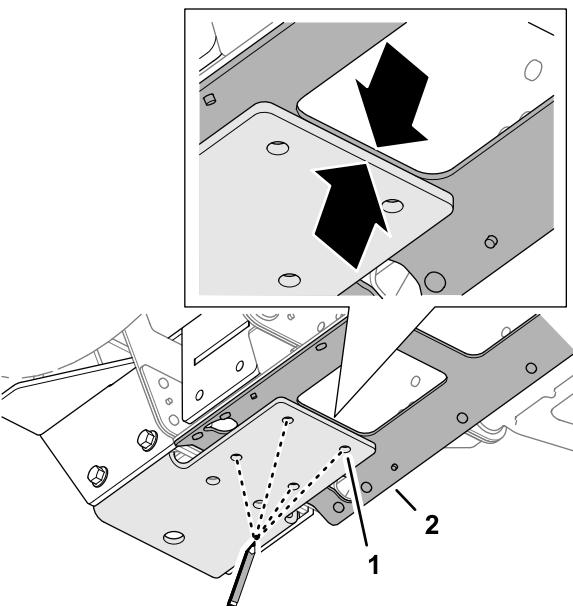

Bild 50
3. Fluchten Sie die hintere Kante der unteren Halterung mit der Kante der Zugangsöffnung in der mittleren Kanalplatte aus (Bild 50).
4. Markieren Sie die vier Lochpositionen der unteren Halterung auf der mittleren Kanalplatte, wie in Bild 50 abgebildet.